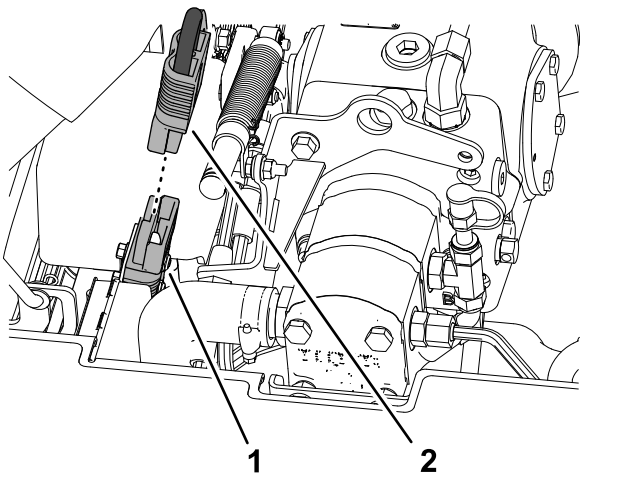

Bild 33
1. Tragen Sie dielektrisches Fett auf die Kontaktflächen der Batterie-Unterbrecherbrücke auf (Bild 33).